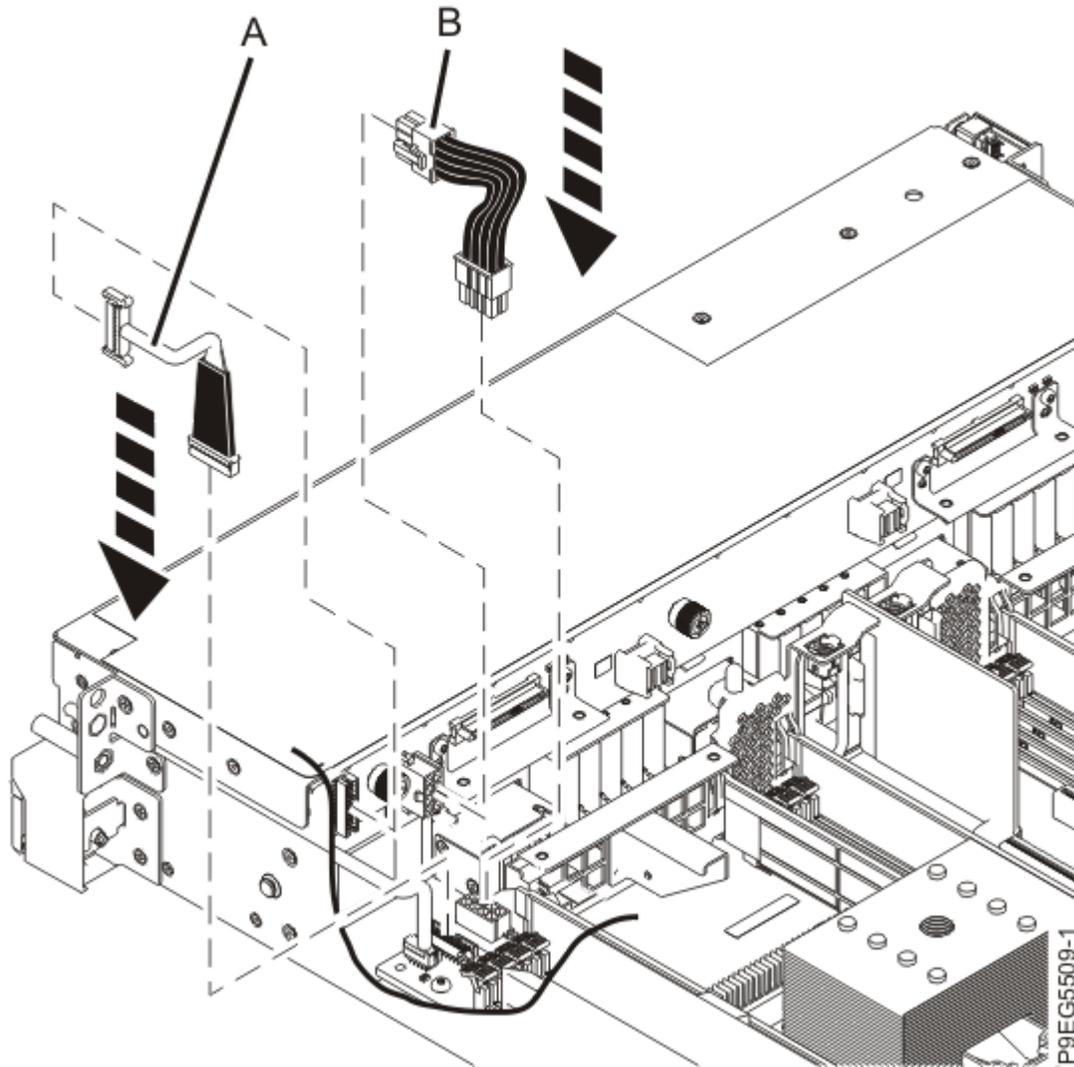

Figure 33. Reconnexion du cordon d'interface et du câble d'alimentation
2. En vous aidant des étiquettes, reconnectez le câble d'alimentation **(B)** au fond de panier d'unité de disque, comme illustré dans la Figure 33, à la page 37.